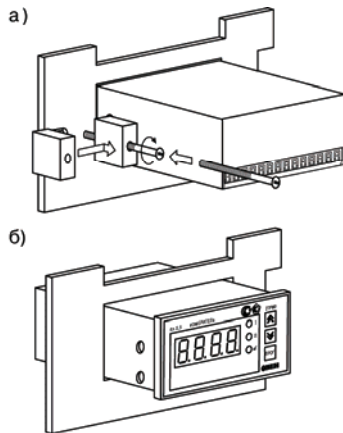

Рис. 5.2. Монтаж прибора щитового крепления
3. Вставить прибор в специально подготовленное отверстие на лицевой панели щита (см. Приложение А и рис. 5.2, а).
4. Вставить фиксаторы из комплекта поставки в отверстия на боковых стенках прибора (рис. 5.2, б).